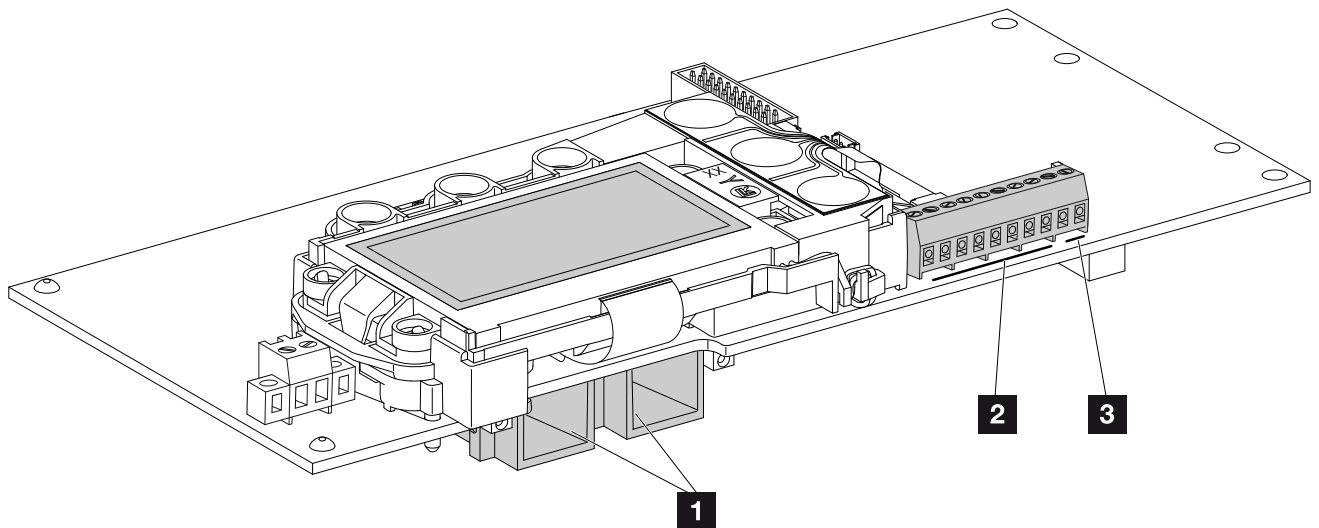

Fig. 34: Componentes de la tarjeta de comunicación
5. Introducir los conectores hembra y los conectores macho de los strings CC en el inversor. Fig. 34